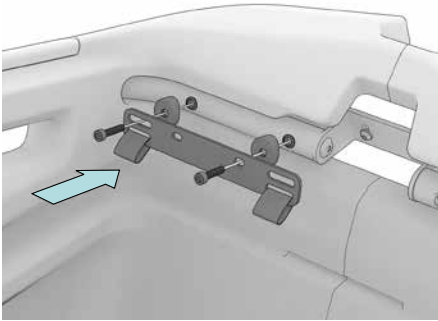

Abb. 6 Seitliche Montage, Bereich Kopfende der aufgehängten Babyschale.
Dazu wird je eine Unterlegscheibe (4) unter den Kopf jeder Zylinderschraube (2) gelegt und so durch die Verbindungsbleche gesteckt. Die zu benutzenden Lochpositionen in den Verbindungsblechen ergeben sich aus der Einbauposition in der Box (Abb. 6, 7, 8 und 9).
Hinter das Verbindungsblech kommt auf den Schraubenschaft je eine Adapterscheibe ①, die konkave Seite Richtung Rail. Die so eingefädelt e Schraube mit einem O-Ring ③ sichern. Jetzt werden die Verbindungsbleche vorne und hinten an die oberen Rails geschraubt (Inbus® 5, Anzugdrehmoment: 5–8 Nm) (Abb. 6, 7, 8 und 9).